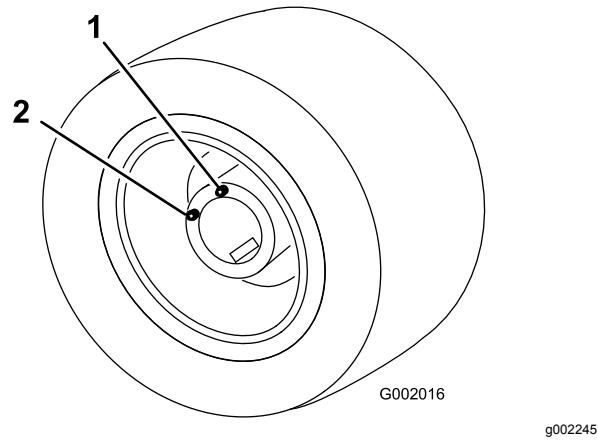

Figura 79
5. Mueva el vehículo lentamente hasta que la rueda quede posicionada para el llenado (Figura 79).